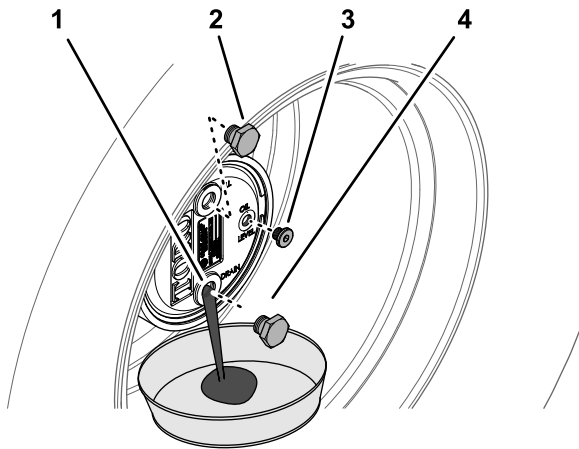

Figure 64
2. Retirez le bouchon de remplissage à la position 12 heures et le bouchon de contrôle à la position 3 heures (Figure 64).
3. Placez un bac de vidange sous le moyeu du train planétaire et enlevez le bouchon de vidange à la position 6 heures pour permettre la vidange complète de l'huile (Figure 64).
5. Remettez le bouchon de vidange dans l'orifice de vidange du carter de planétaire (Figure 64).